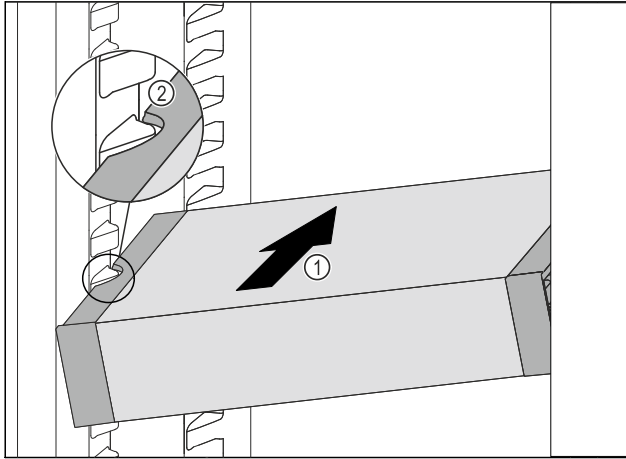

Fig. 63
- VarioSafe schräg in das Kühlteil einschieben Fig. 63 (1), bis sich die seitlichen Aussparungen Fig. 63 (2) des VarioSafes auf Höhe der Behälterrippe im Kühlteil befinden.